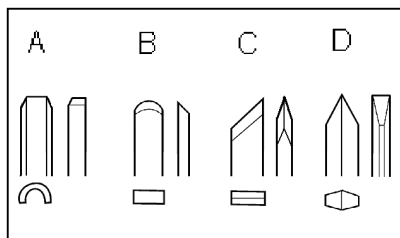

Рис. 8
**Трубчатый резец (А, Рис. 8)**, самый важный инструмент для обработки древесины.
**Шабер (В, Рис. 8)**. Применяется для наружного и внутреннего калибрования, а также для удаления следов обработки.
**Косой резец (С, Рис. 8)**. Используется для проточки V-образных канавок, заплечиков и т.д. (Рис. 8). Режущая кромка инструмента устанавливается параллельно направлению реза.
**Отрезной резец (D, Рис. 8)**, используется для прямого врезания в материал, для затыловки или отрезки. Также применяется как шабер и для получения нужного диаметра.